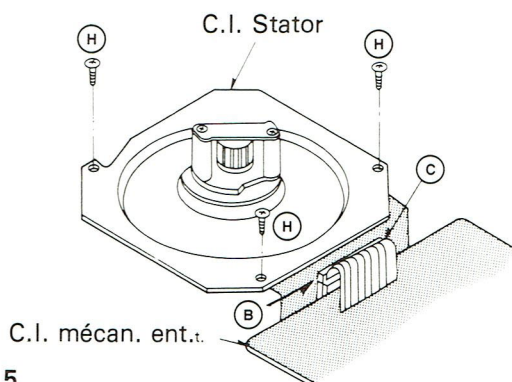

Fig. 5
4. Démontage du C.I. Stator (Fig. 5)
- Ouvrir le connecteur (B), tirer les fils de connexion (C)
- Défaire les 3 vis (H)